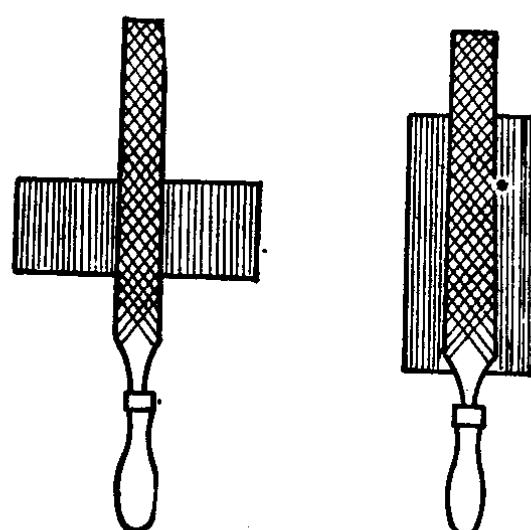

图1-9 顺向锉
1. 顺向锉 平面最后锉光和锉平都用此法，以获得较为整齐美观的锉痕，如图1-9所示。